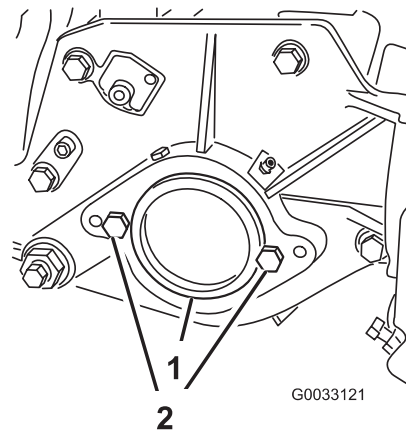

Bild 6
2. Nehmen Sie rechts am Mähwerk den Plastikstöpsel vom Lagergehäuse ab (Bild 6).
3. Nehmen Sie die zwei Kopfschrauben von der rechten Seitenplatte ab (Bild 6).
1. Plastikstöpsel 2. Kopfschraube (2)
5. Schrauben Sie die zwei Befestigungsschrauben für den Spindelmotor lose an der linken Seitenplatte des Mähwerks fest (Bild 6).